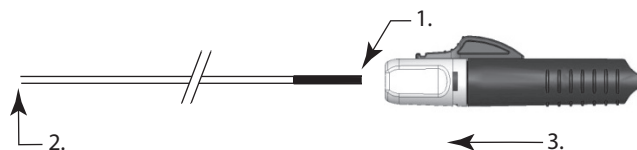
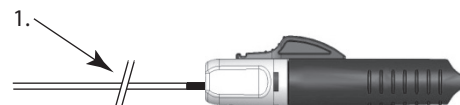

Abbildung 3
Abbildung 4
- Proximales Ende des Implantat-Pushers am distalen Ende der Lastanzeige halten. I.D. (Instant Detacher) über das proximale Ende des Implantat-Pushers schieben, bis sich die Lastanzeige vollständig im Trichter befindet und der Pusher fest im I.D. (Instant Detacher) sitzt (siehe Abbildung 3).
Hinweis: Wenn das Anzeigeband immer noch wie in Abbildung 4 unten erkennbar ist, sollte das I.D. (Instant Detacher) weiter vorgeschoben werden, bis sich der Implantat-Pusher vollständig im Trichter befindet (siehe Abbildung 3 oben).